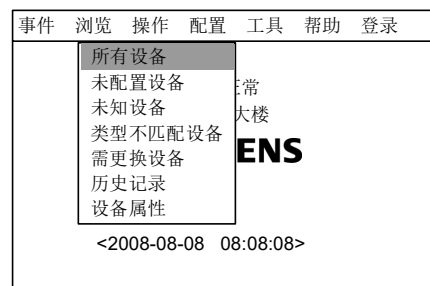
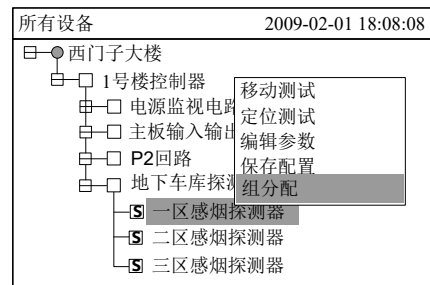
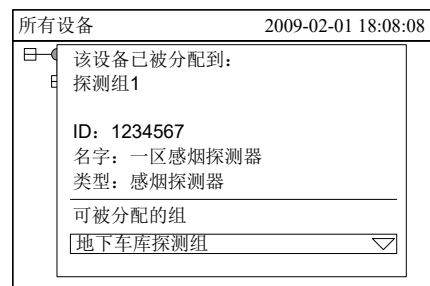

图 26-2
图 26-3
图 26-4
- 按“→”键选择“浏览”子菜单（图 26-2），选择“所有设备”，然后按“OK”键，树状图显示出来（图 26-3）。按“↓”/“↑”键查找需要进行组分配的设备。
- 按“→”键弹出快捷菜单（图 26-3），然后按“↓”键选择“组分配”或“FRT 分配”，再按“OK”键，进入组分配界面（图 26-4）